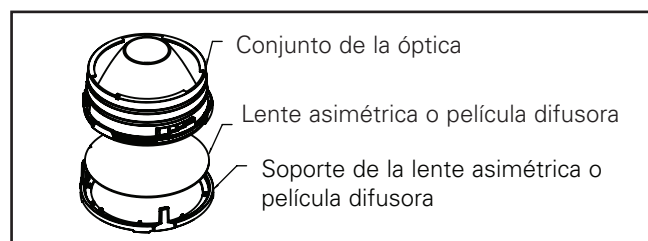

Figura 19
4. Introduzca la unidad de medios alineando la lengüeta del soporte de medios con la muesca en la unidad de la óptica (Figura 19).
5. Enganche los broches en la parte inferior de la escalera de broches. Gire en el sentido de las agujas del reloj hasta que queden apretados. (Figura 19 y 20)